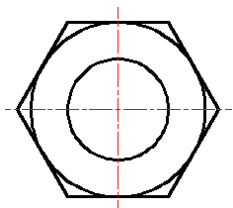

图 4-45 螺母
- (1) 命令行：ORTHO
- (2) 菜单：工具→辅助绘图工具
- (3) 状态栏：正交开关按钮
- (4) 快捷键：F8
10. 设置图层并绘制如图4-45所示的螺母。